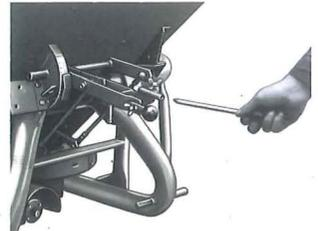

Fig. 7
- 2.4.5 Beim Streuen von Superphosphat, Kalkmergel und **feuchten, körnigen Düngern** (unsachgemäße Lagerung) nach jedem Leerstreuen den in den **Trichterspitzen haftenden Düngerring** mit der Hebelverlängerung (Fig. 7) **entfernen**. Außerdem ist der Düngeransatz an **Streuschaukeln und Zufuhrtaschen zu beseitigen!**